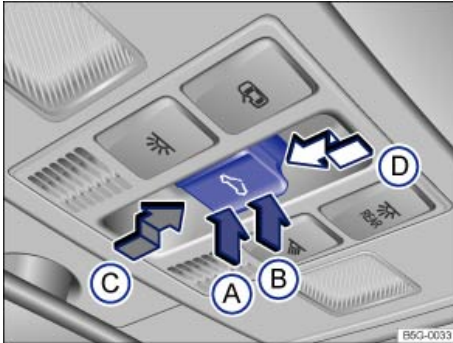

Fig. 75 En el revestimiento interior del techo: tecla del techo corredizo y deflector panorámico eléctrico.
La tecla $\Rightarrow$ fig. 75 tiene dos niveles. En el primer nivel se puede levantar, abrir o cerrar el techo total o parcialmente.
Función	Cómo se ejecuta $\Rightarrow$ fig. 75
- Antes de que transcurran aprox. 5 segundos desde la activación de la función antiaprisionamiento, presione la tecla  $\Rightarrow$ fig. 75 hasta el segundo nivel en el sentido de la flecha  y manténgala en esa posición hasta que el techo corredizo y deflector se haya cerrado completamente.